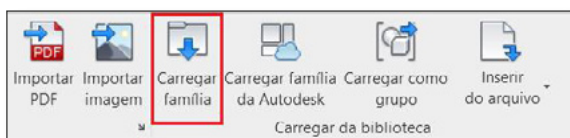

Figura 35 – Acesso ao botão "Carregar família".
2. Na aba "Inserir", painel "Carregar da biblioteca", clique no botão "Carregar família" (Figura 35);